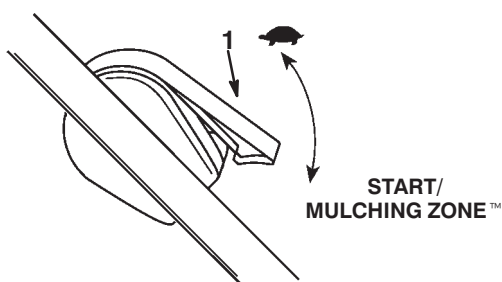

Figure 66
1. Mettre la manette des gaz sur la position START/MULCHING ZONE™ (démarrage/début de la zone de paillage) (Fig. 66).
5. Lorsque le moteur démarre, amener la manette des gaz sur la position désirée (Fig. 66).
1. Amener la manette des gaz sur la position SLOW (Fig. 66).